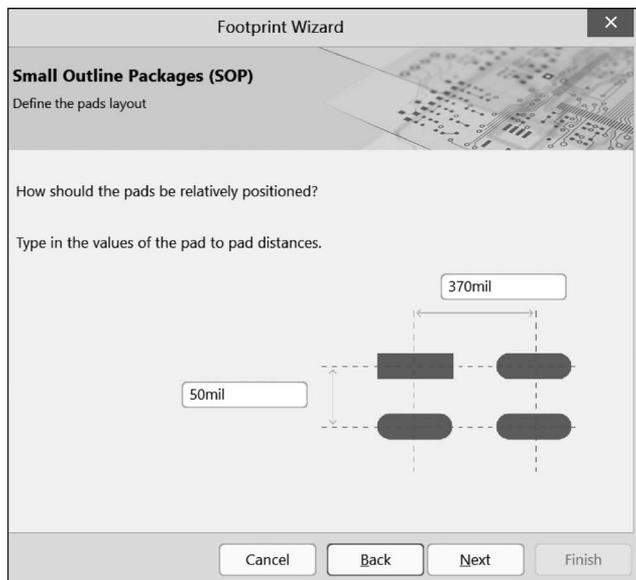

图 3-30 设置焊盘间隙
(4) 单击 Next 按钮后,进入焊盘布线设置,确认焊盘间的距离,同样地,需要预留引脚与焊盘间的缝隙,本例设置为 50mil 和 370mil,如图 3-30 所示。